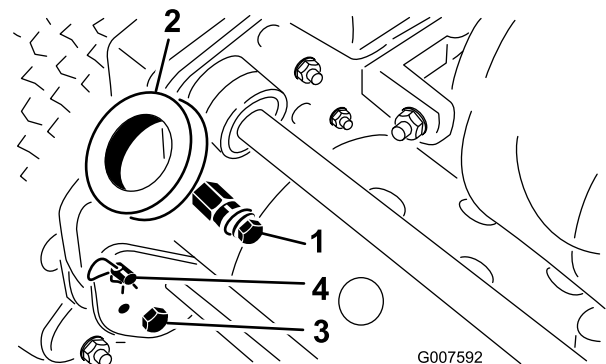

Figura 2
- Togliete il bullone, la rondella e la rondella di sicurezza dal perno di montaggio su ciascun lato del tosaerba (Figura 2).
- Togliete i bulloni e i dadi di bloccaggio che fissano la base dei bracci della stegola su ciascun lato del tosaerba (Figura 2).
- Togliete le coppie a forcina ed i perni ad anello che fissano i bracci della stegola sul retro dell'intelaiatura (Figura 2).
4. Inserite le estremità della stegola nei fori dei bracci della stegola, ed allineate i fori con i perni di montaggio (Figura 2).
1. Togliete le coppiglie a forcina dai perni ad anello situati su ciascun lato del tosaerba (Figura 2).
2. Sostenete la stegola e togliete i perni ad anello da ciascun lato, quindi alzate o abbassate la stegola nella posizione di servizio desiderata (Figura 2).